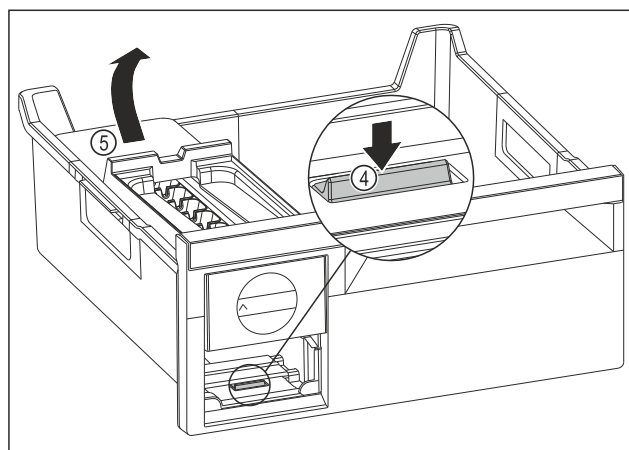

Fig. 91
- ▶ Wymywanie korpusu EasyTwist-Ice: Nacisnąć nakładkę Fig. 91 (4) palcem w dół i jednocześnie podnieść korpus EasyTwist-Ice Fig. 91 (5) od tyłu drugą ręką.